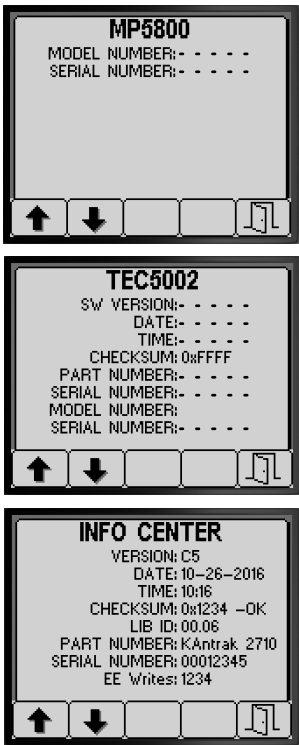

Figura 89
- Prima os botões 1 ou 2 para percorrer o ecrã Informações da máquina, o ecrã Informações do controlador TEC ou o ecrã Informações do InfoCenter (Figura 89).